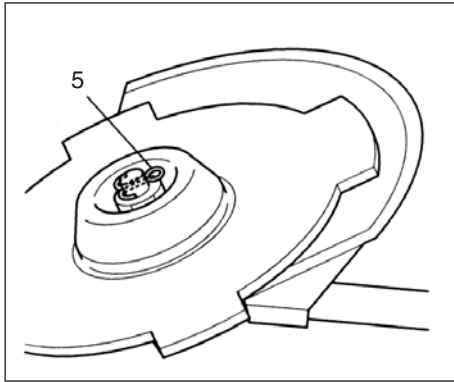

Fig. 1-10C
Wenn Ihr Gerät mit einer Mutter und einem Schließbolzen ausgerüstet ist, soll man die Klinge mit dem Schließbolzen (5) festhalten. (Fig. 1-10C)